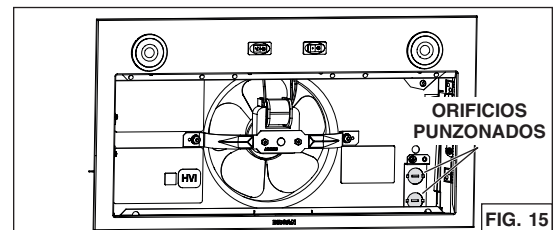

FIG. 15
4. Perfore **uno** de los dos orificios punzonados (en gris en FIG. 15).